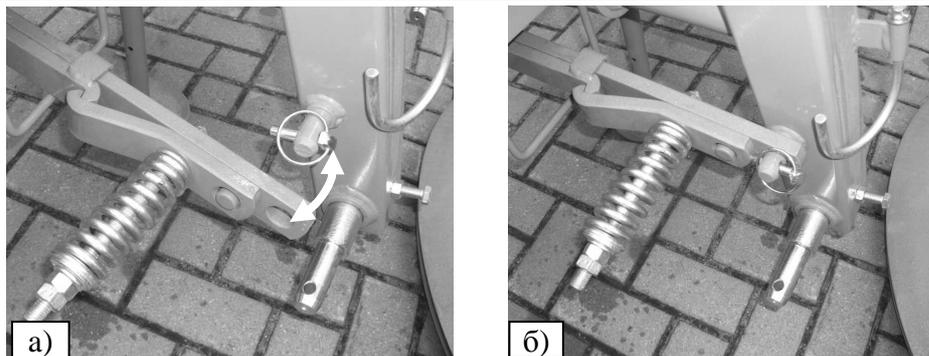

Рис. 11. Предохранитель а) транспортная позиция, б) рабочая позиция
- положить предохранитель косилки на шкворень в зацепе и обезопасить шплинтом (Рис. 11а-б).
- ❑ вынуть защитный шплинт и снять предохранитель со шкворня (Рис. 11б-а),